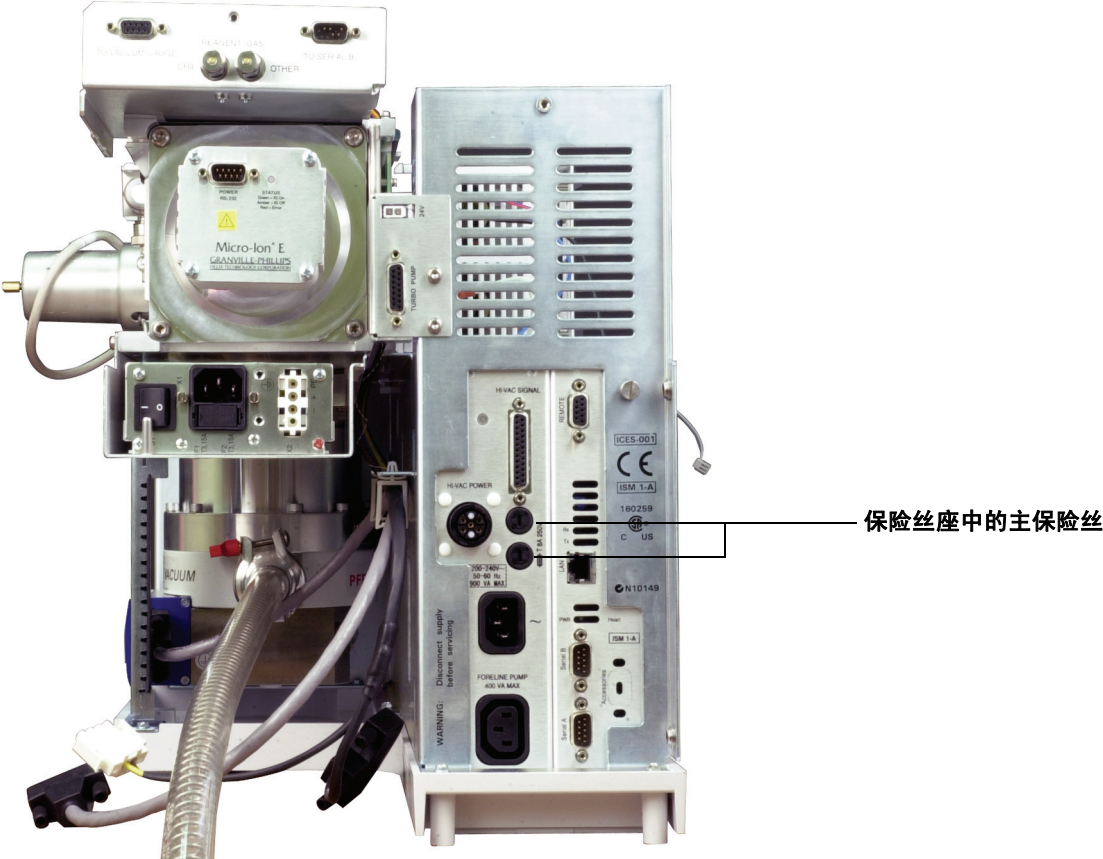

图 46 主保险丝
- 2 逆时针旋转其中一个保险丝座（图 46）直到它弹出。保险丝座中装有弹簧。